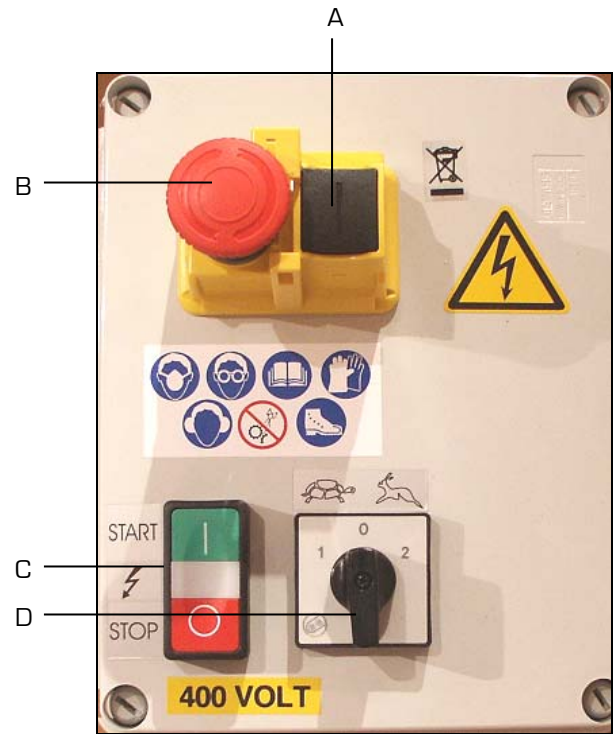

Figure 2
4. Déverrouiller l'arrêt coup de poing à accrochage (B fig.2).
5. Appuyer sur le disjoncteur (A fig.2).
6. Sélectionner la vitesse désirée à l'aide du commutateur (D fig.2) :
7. Appuyer sur l'interrupteur vert de mise en marche « START » (C fig.2).
9. Approcher progressivement la pièce à usiner au contact de la bande en appui sur la butée (C) ou au contact de la brosse.
- Appuyer sur l'interrupteur rouge d'arrêt « STOP » (C fig.2).
- Appuyer sur l'arrêt coup de poing à accrochage (B fig.2).